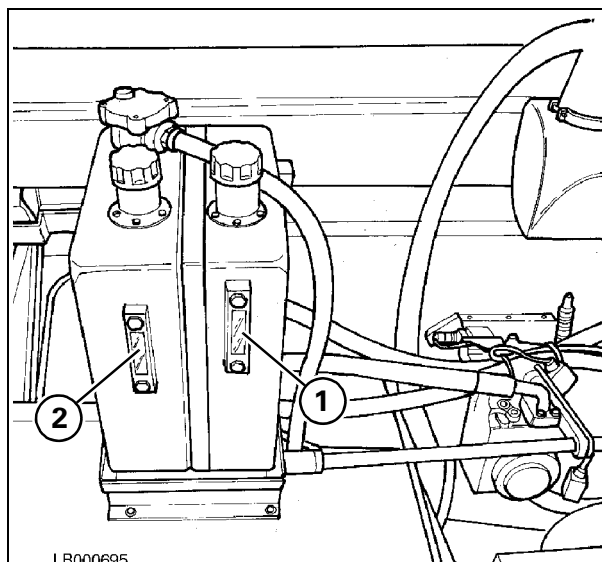

Рис. 8
4.) - Уровень масла в баках гидравлической и гидростатической систем Рис. 8